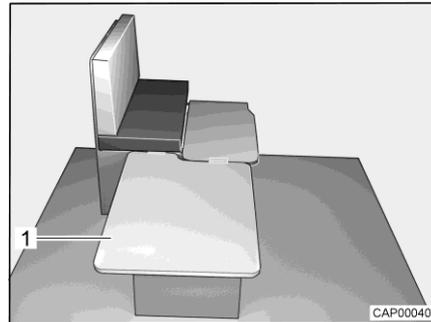

Bild 48 Während des Umbaus
- Einlegebrett (Bild 48,1) seitlich an der Sitzbank einhängen und auf den Tisch legen.